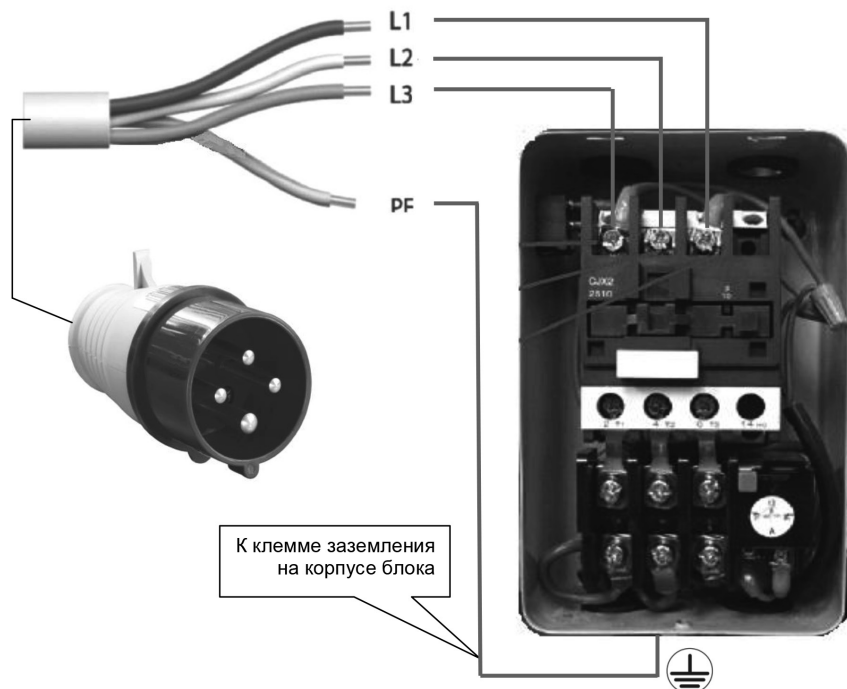

Рис. 5
Электрокабель питания к трехфазным компрессорам подключается к клеммам блока магнитного пускателя (рис. 5). Для подключения используется четырехжильный кабель сечением не менее $2,5\text{мм}^2$ и трехфазная четырехконтактная вилка.
2. Подключите компрессор к электросети питания, параметры которой соответствуют модели компрессора, предварительно проверив, что выключатель реле давления 2 (рис. 5) находится в положении выключено «О» (OFF).
3. Включите компрессор красной кнопкой реле давления (прессостата), потянув ее вверх в положение Вкл. (рис. 5). Компрессор запустится и начнет накачивать воздух в ресивер. После достижения заданного верхнего уровня давления (8 бар) компрессор остановится. По мере расходования воздуха давление в ресивере падает и, когда оно достигает нижнего заданного уровня (разница между верх-
ним и нижним уровнем давления 2 бар), компрессор автоматически включится. Компрессор продолжает выполнять этот цикл в автоматическом режиме до тех пор, пока его не выключить с помощью выключателя реле давления, нажав его вниз в положение Выкл. (рис. 5).